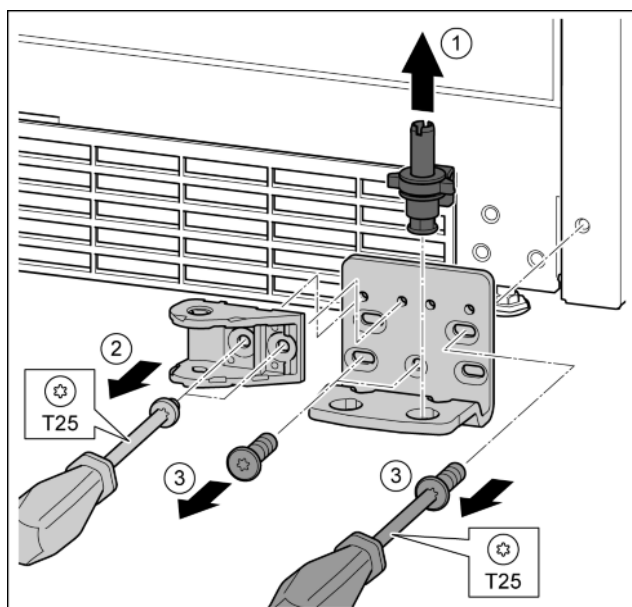

Fig. 29
- ▶ Опорний гвинт цілком витягніть рухом вгору. Fig. 29 (1)
- ▶ Викрутіть гвинти за допомогою викрутки T25 та зніміть з'єднувальний елемент демпфера. Fig. 29 (2)
- ▶ Викрутіть гвинти за допомогою викрутки T25 та зніміть опорний кронштейн. Fig. 29 (3)